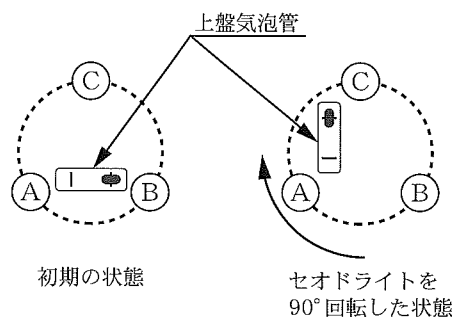

図1
(3) セオドライトの上盤気泡管が図1のとき、セオドライトを整準するための整準ねじの操作方法を図2のa～dから選びなさい。解答番号は (3)。